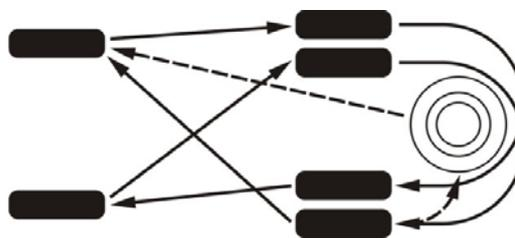

Рис. 9.12. Схема перестановки шин
- перестановку шин (рис. 9.12) следует производить по необходимости. Основанием для перестановки шин могут служить необходимость получения равномерного износа всех шин, в том числе и запасной, а также обеспечение правильного подбора шин по осям. На оси следует устанавливать шины, имеющие одинаковый износ протектора, причем более надёжные шины следует устанавливать на переднюю ось автомобиля.